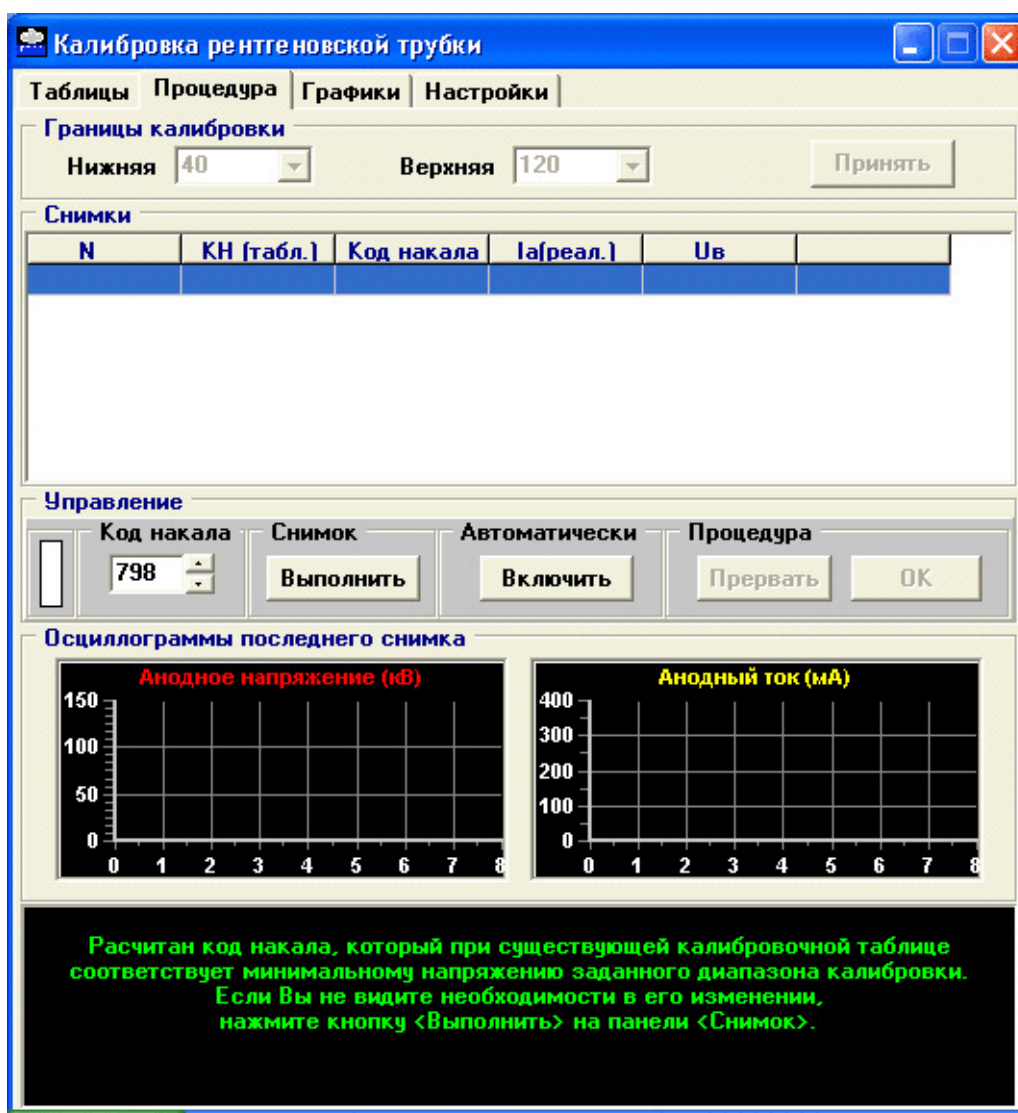

Рис. 11 Внешний вид окна «Калибровка рентгеновской трубки» закладка «Процедура»
12.5. Для запуска процедуры калибровки необходимо нажать кнопку «Калибровка рентгеновской трубки» на главной панели программы *FMaster*. При этом загружается текущая калибровочная таблица и открывается окно «Калибровка рентгеновской трубки» на закладке «Процедура». Внешний вид закладки приведен на рис. 11.